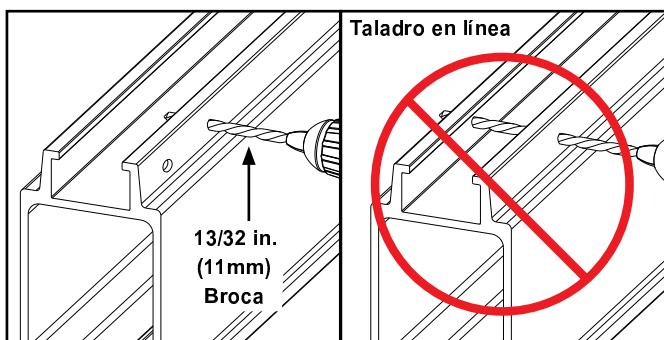

Figura 3-10
- Paso 2. Taladre dos (2) orificios usando broca 13/32 in (11 mm). No trate de taladrar en linea. Repita el proceso en el lado opuesto del riel. Vea Figura 3-10.